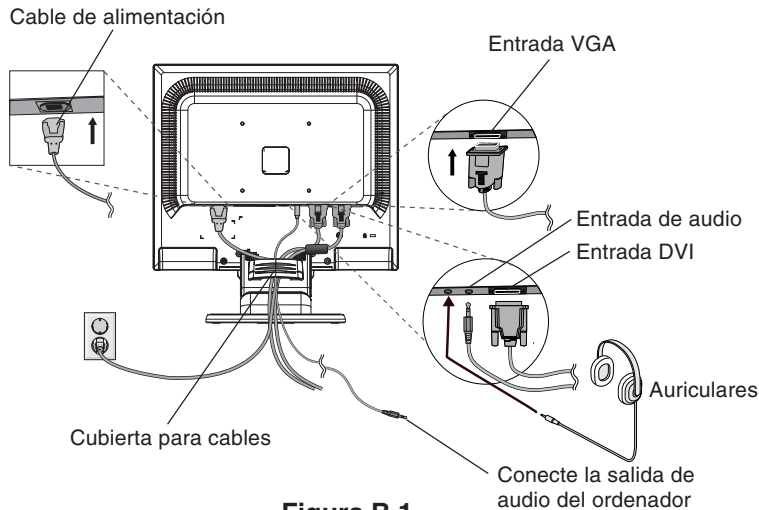

Figura B.1
4. Conecte todos los cables al conector apropiado de la parte posterior del monitor. (**figura B.1**). Conecte los auriculares (no incluidos) al conector apropiado de la parte trasera del monitor, si lo desea. (**figura B.1**)
6. Para colocar la cubierta para cables, inserte las lengüetas en los orificios del soporte y deslice la cubierta para cables hacia abajo hasta que encaje en su sitio (**figura B.1**). Finalmente, compruebe que las lengüetas queden bien colocadas.